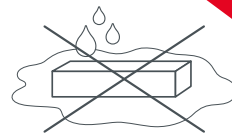

Рис. 3. Не устанавливать источник в местах скопления воды.
- 4.8. Не размещайте источник в местах и нишах, где может скапливаться вода. Нахождение источника в воде (лужа, тающий снег) вызывает разрушающие электрохимические процессы (Рис. 3).